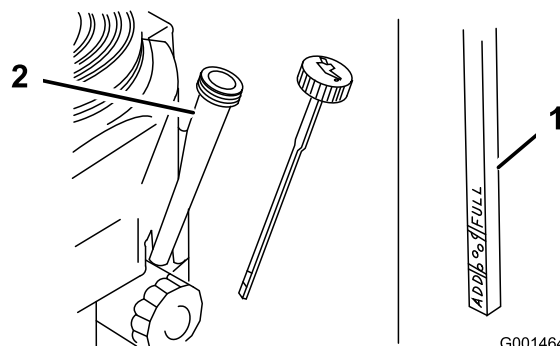

Figure 27
5. Retirez la jauge d'huile et essuyez soigneusement son extrémité (Figure 27).
6. Remettez la jauge au fond du tube de remplissage, mais sans la visser (Figure 27).
4. Nettoyez la surface autour de la jauge d'huile (Figure 27) pour éviter que des impuretés ne s'introduisent dans le goulot de remplissage, ce qui risquerait d'endommager le moteur.
8. Versez avec précaution environ 80 % de la quantité d'huile spécifiée dans le goulot de remplissage (Figure 27)